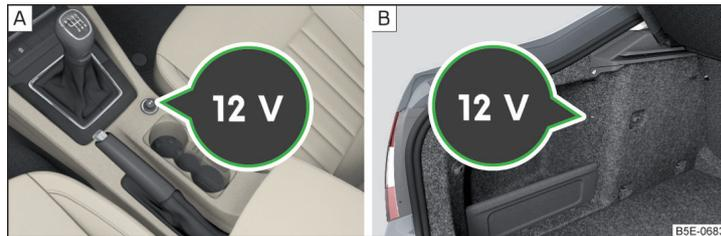

Abb. 97 Abdeckung der 12-Volt-Steckdose: in der Mittelkonsole vorn / im Gepäckraum
- Zum **Gebrauch** die Abdeckung der Steckdose abnehmen » Abb. 97 - **A** bzw. die Abdeckung der Steckdose öffnen » Abb. 97 - **B**.